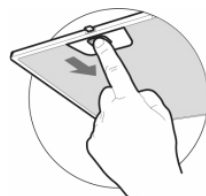

рис. 5
- перед установкой вытяжки снимите алюминиевый фильтр (фильтры), для этого нажмите на пружинный замок на фильтре и потяните его вниз и на себя (рис. 5);